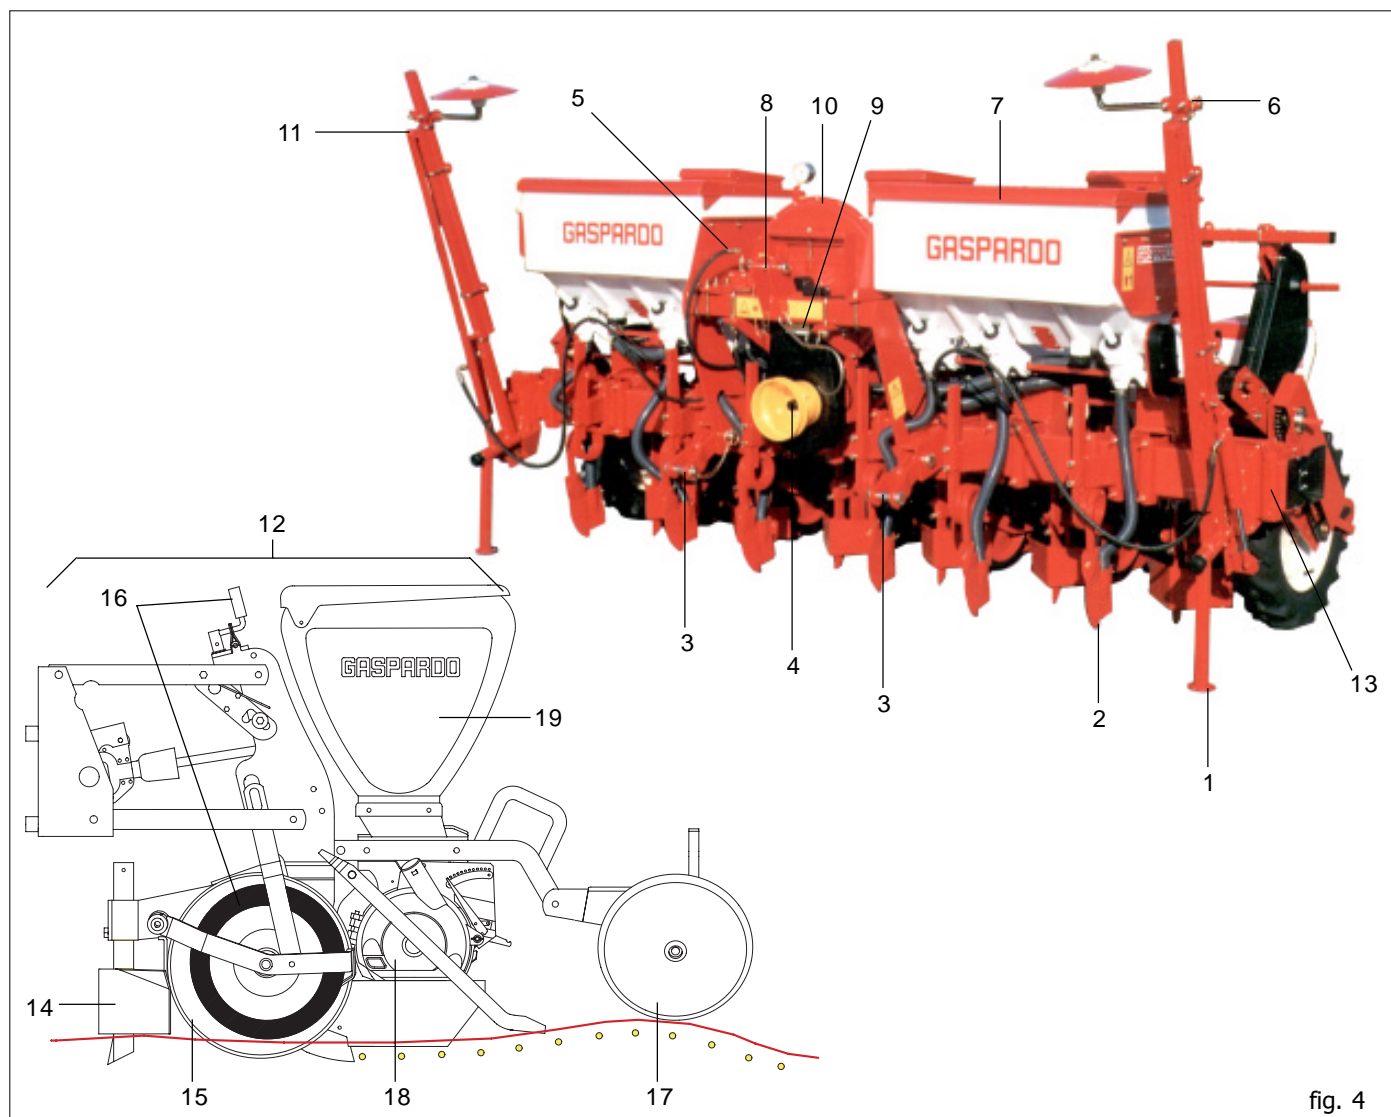

fig. 4
Ogni singola attrezzatura, è dotata di una targhetta di identificazione (9 Fig. 4), i cui dati riportano:
La massa della macchina è evidenziata nella targhetta di identificazione (9 Fig. 4).
1.7 DISEGNO COMPLESSIVO (Fig. 4)